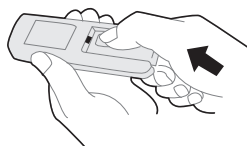

Fig.2
- Skjut tillbaka batteriluckan som visas i Fig.2.